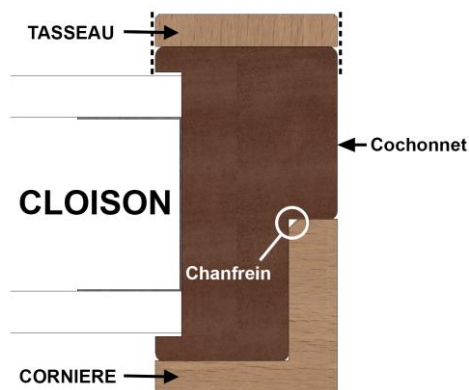

Figure 3
a) Avec feuillure : figure 3
- **Cornière :** Retirer le film adhésif du double-face et emboîter la cornière au montant de l'huissérie en l'appuyant contre, côté le plus court en fond de feuillure contre le cochonnet (voir **figures 3 & 4** à la page 9).
- **Tasseau sur parement** : Retirer le film adhésif du double-face et positionner le tasseau d'habillage de manière à ce qu'il soit affleurant aux bords de l'huissierie (voir **figures 3 & 5** à la page 9).
- **Tasseau sur parement** : Retirer le film adhésif du double face et positionner le tasseau d'habillage sur le parement de la traverse de manière à ce qu'il soit affleurant aux bords de l'huissierie en l'insérant entre les deux autres tasseaux déjà en place sur les montants (voir figures 3 & 5 à la page 9).
- **Cornière** : Retirer le film adhésif du double-face et insérer la cornière d'habillage entre les deux autres cornières déjà en place sur les montants, en l'emboîtant à l'angle de la traverse côté double face recouvrant ainsi le parement et comblant la feuillure de l'huissierie existante (voir **figures 3 & 4** à la page 9).